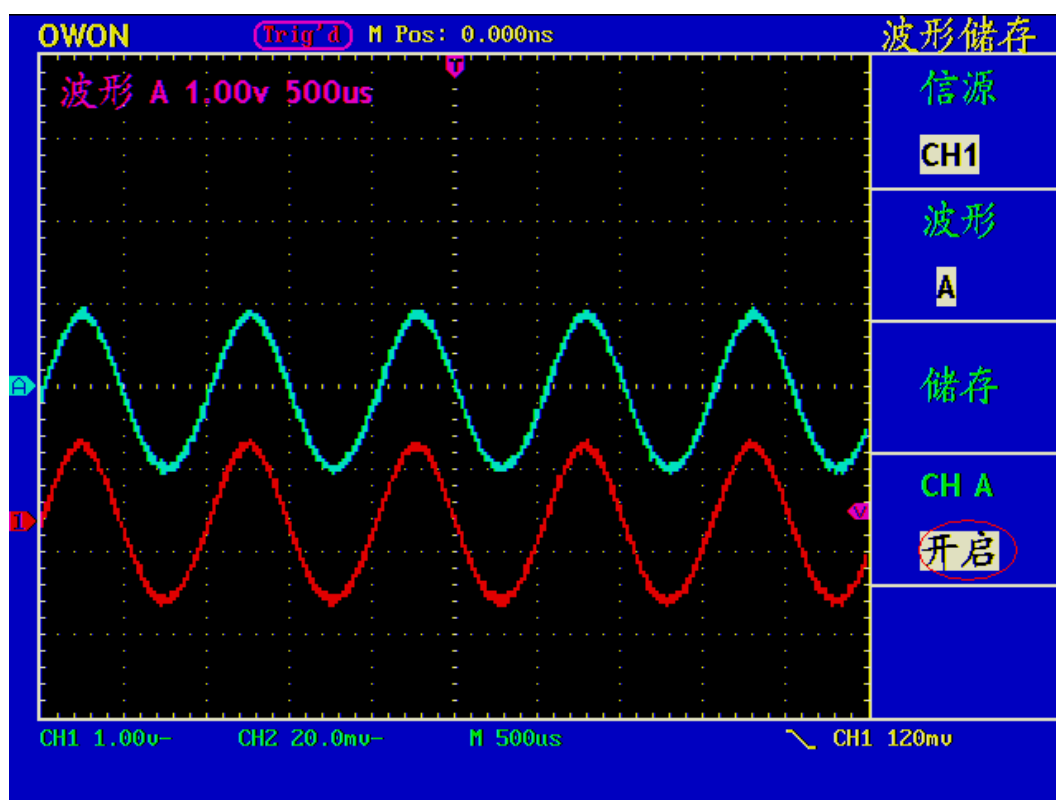

图53: 波形储存
- 4、按 **F4** 菜单选择键，选择CHA为 开启，存储的波形A就显示在屏幕中。显示区的左上角同时显示波形A的电压档位和时基档位。见图53: